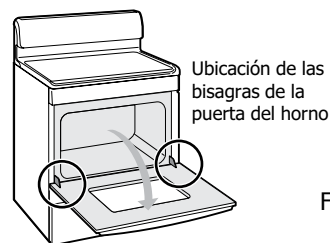

Fig. 1
En los quemadores redondos, el reborde de la tapa del quemador debe calzar firmemente en el centro de la cabeza del quemador y quedar nivelado (Fig. 1).
Cada cabeza de quemador tiene un orificio de encendido pequeño (vea la Fig. 1). Si experimenta problemas de encendido, es posible que este orificio de encendido esté parcialmente tapado con suciedad. Con la cabeza del quemador en su lugar, use una aguja fina o el extremo de un clip para limpiar el orificio de encendido (el quemador central no se muestra).
1. Abra completamente la puerta del horno (dejándola horizontal con el piso – Fig. 1).
3. Abra completamente la puerta del horno (dejándola horizontal en relación con el piso; Fig. 1).